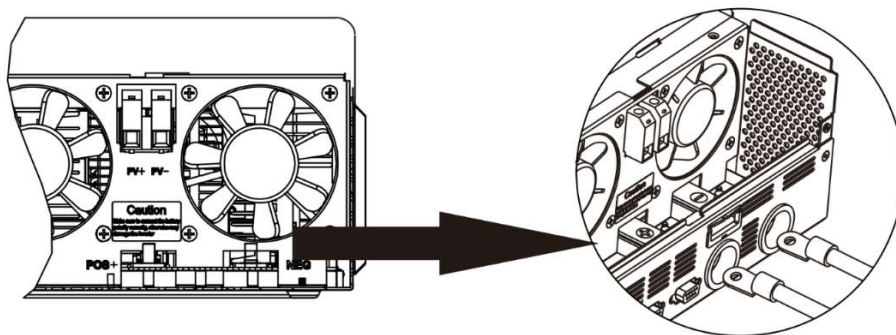

Abb. 6: Batterieanschluss
2. Entfernen Sie die vorinstallierten Muttern von den Batterieklemmschrauben. Legen Sie die Ringklemme des Batteriekabels durch die Gehäuselöcher (Kabelverschraubungen für 120 Vac-Modelle) flach auf die entsprechende Batterieklemme (**Abb. 6**). Schrauben Sie die zuvor entfernten Muttern mit einem Drehmoment von 2 ~ 3 Nm (1,5 ~ 2,2 lbf-ft) an. Stellen Sie sicher, dass die Ringkabelschuhe bündig auf den Anschlüssen sitzen.